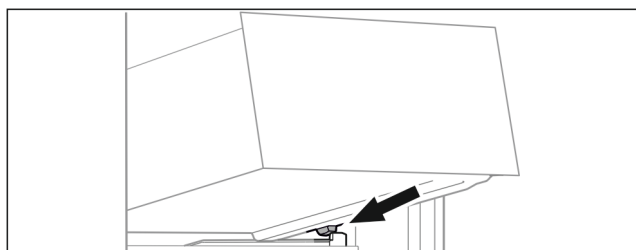

Fig. 94
- Placer le tiroir, en l'inclinant, derrière les butées sur la nervure de récipient. (voir Fig. 94)